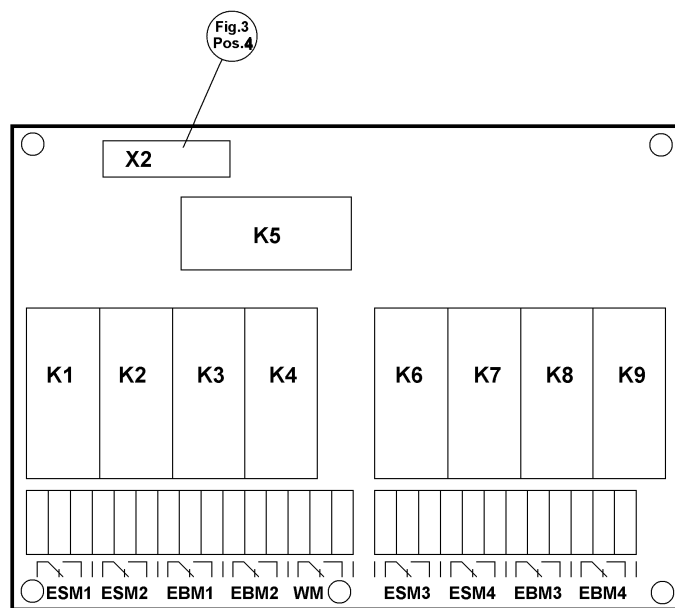

Fig. 5
- **Плата отдельной сигнализации неисправностей** (поз. 6): дополнительно, беспотенциальные контакты для дистанционной сигнализации о работе и неисправности для каждого насоса (см. рис. 5).